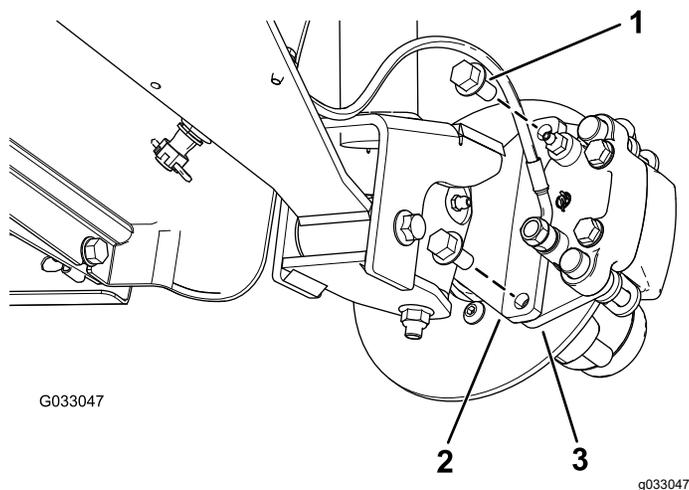
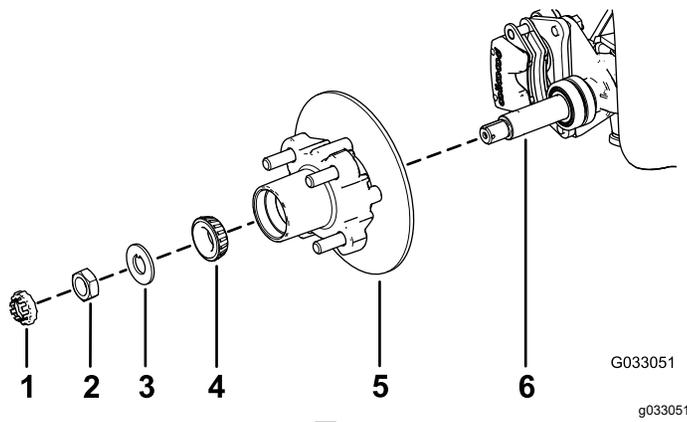

図 30
図 34
3. ブレーキアセンブリ用のブラケットをスピンドルに固定しているフランジヘッドボルト $\frac{3}{8}$ " x $\frac{3}{4}$ "を外してスピンドルからブレーキを取り外す 図 30。
1. スピンドルに所定のグリスを薄く塗る 図 34。
2. ハブとロータをスピンドルに取り付ける。ロータを内側にすること 図 34。
3. スピンドルに外側ベアリングを取り付けてレースにはめる 図 34。
4. スピンドルにタブワッシャを取り付ける 図 34。
5. スピンドルにスピンドルナットを取り付け、ハブを回してベアリングを着座させながらナットを 15 N·m 1.52 kg·m = 11 ft·lb に締めつける 図 34。
2. ブレーキパッドをロータのそれぞれの側に合わせ 図 30、キャリブラケットの穴と、スピンドルフレームのブレーキ取り付け部の穴を整列させる 図 34。
3. キャリブラケットをスピンドルフレームに固定する 図 30 フランジヘッドボルト $\frac{3}{8}$ " x $\frac{3}{4}$ " 2本を使用する。